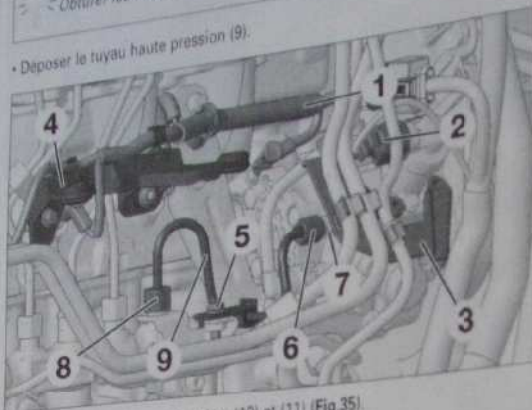

Fig. 34
• Écarter le faisceau d'alimentation des bougies de préchauffage (1) (Fig.34).
- Débrancher le connecteur (2).
- les supports (3) et (4),
- la vis (5).
- l'embout (6) de la pompe haute pression (appliquer un contre couple sur le raccord (7),
- l'embout (8) de la rampe commune haute pression.